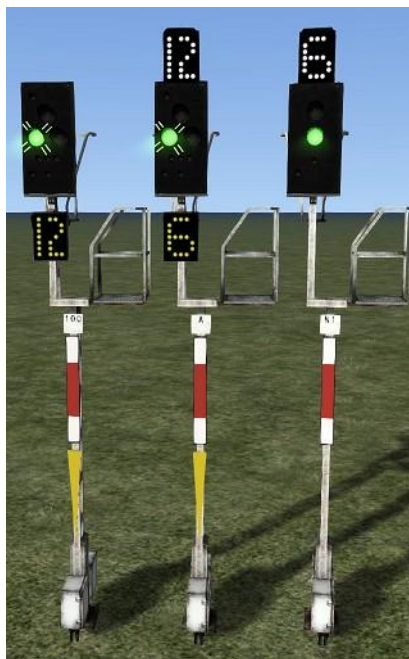

Bild 2.2
- Bild 2.2: Das Ausfahrtsignal N1 zeigt KS1 mit Zs3 „6“ nach Gleis 4